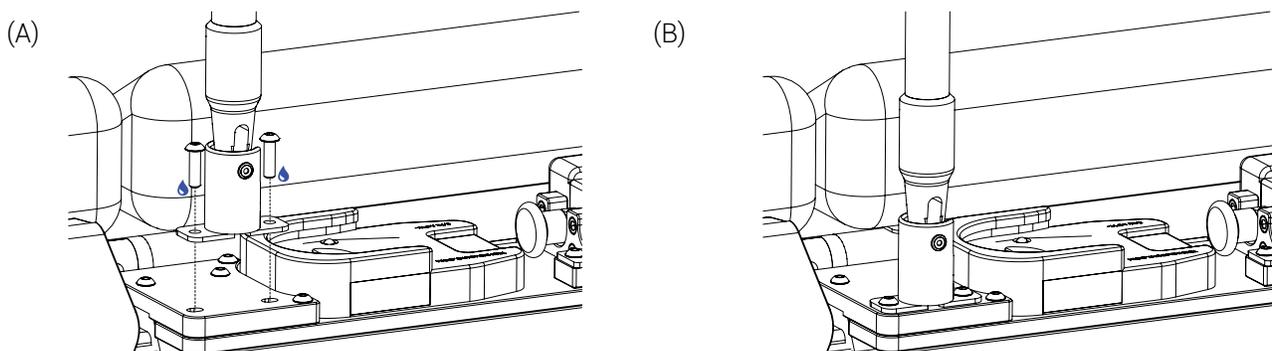

Figure 21: Installation de la tige à soluté
9. Installer la tige à soluté sur le IV Pro Adapter 2-SMDT à l'aide de deux (2) vis à tête bombée à six pans creux 1/4 x 3/4 po, de l'adhésif frein-filet et d'une clé Allen 4 mm (Figure 21).